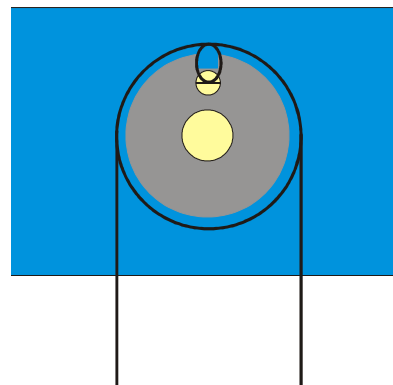

Fig. 8: Rappresentazione schematica dell'infilatura del filo intorno alla puleggia del rilevatore di corsa
- Allentare la vite presso la puleggia del rilevatore di corsa. Girare il filo una volta intorno alla puleggia, farlo fuoriuscire dall'incavo e annodare ad occhiello attorno alla vite. Fissare il filo con la vite (v. Fig. 8).